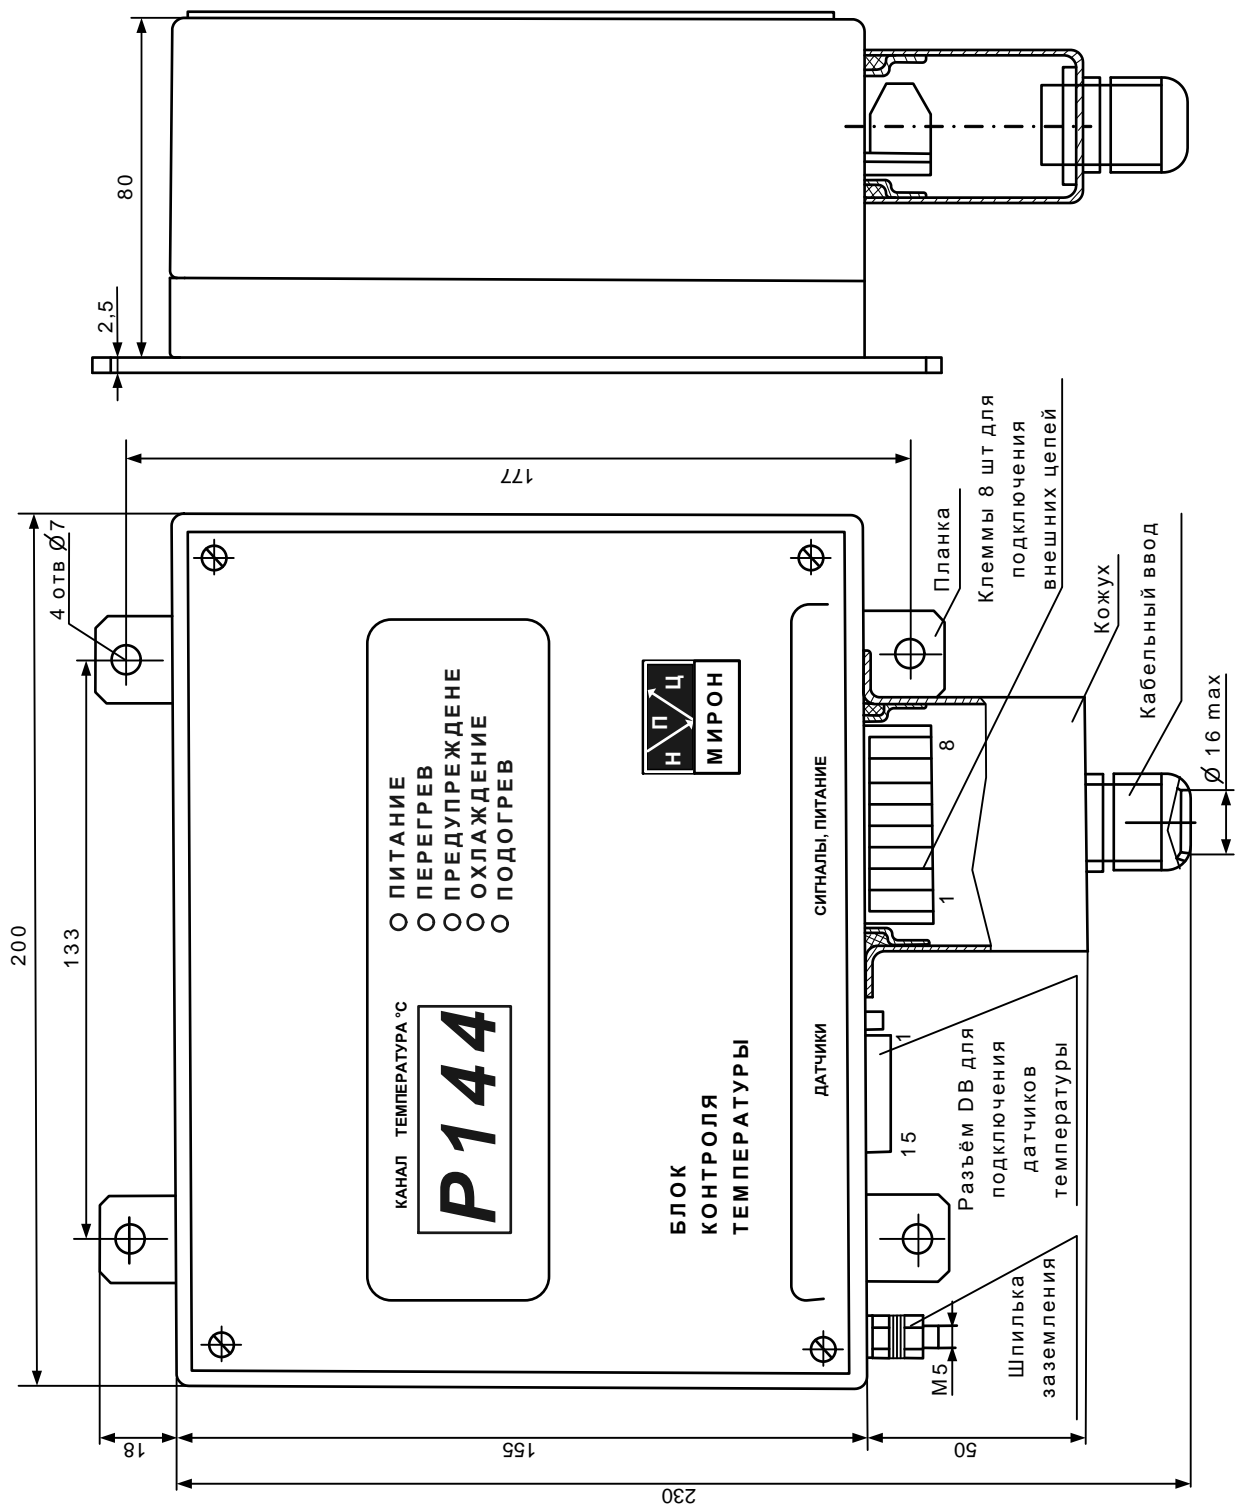

Рисунок 1 – Внешний вид блока
- собственно блока (рисунок 1);
1.4.1.2 Блок крепится на кожухе трансформатора болтовыми соединениями при помощи дополнительных планок (рисунок 1).